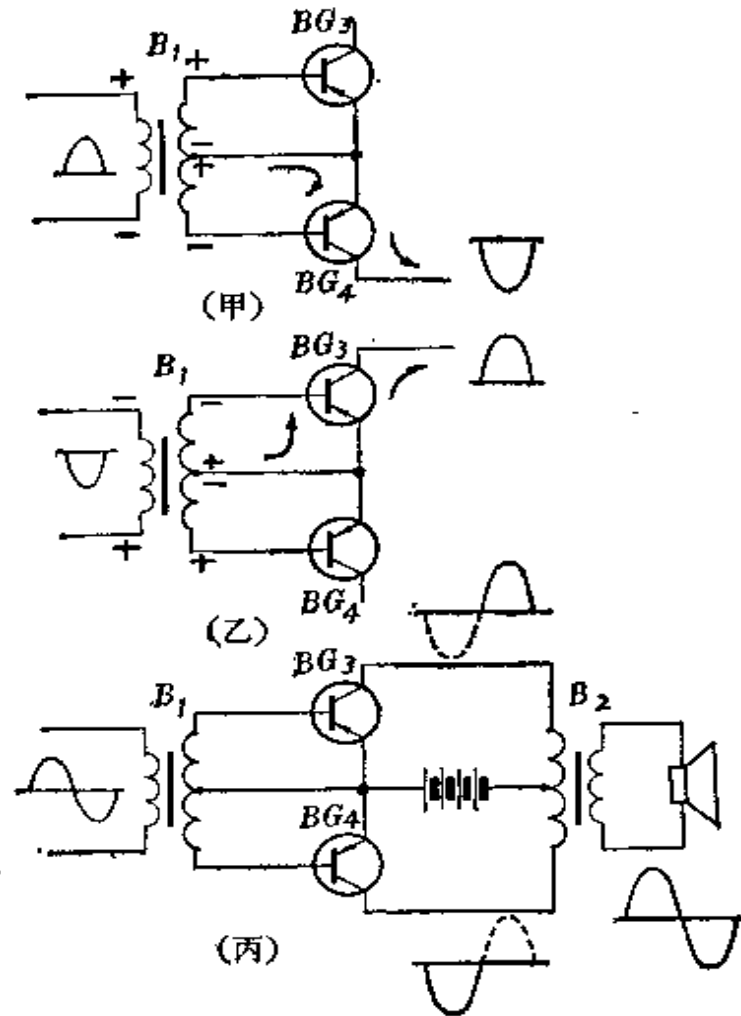

图 7-4
(1) 单管功率放大器。第五章的二管机和第六章的三管机的最后一级都是单管功率放大器。这种功率放大器三极管放大区域很有限，输入信号强了放大就容易失真。而且放大器的偏流要调得很大，无输入信号时仍然要消耗大量的直流电能，效率很低。单管功率放大器一般只适合于二、三管收音机。
(2) 推挽功率放大器。推挽功率放大器是由两只参数相同的三极管组成的放大电路，由这两只管子合作进行放大，图 7-4 是推挽功率放大器的原理图。
当输入信号在正半周时(上正下负), $BG_3$ 基极为正,发射极为负,加的是反向电压,因此 $BG_3$ 不工作;而 $BG_4$ 的情况恰好相反,基极为负,发射极为正,加的是正向偏压,因此 $BG_4$ 工作。它将输入信号的正半周放大,在集电极输出一个放大的负半周信号,如图7-4(甲)所示。
当输入信号在负半周时(上负下正),情况与信号处在正半周时恰好相反。 $BG_4$ 不工作, $BG_3$ 把输入信号的负半周放大,并在集电极输出一个放大的正半周信号,如图7-4(乙)所示。
这样,输入信号变化一周,两只三极管轮流工作了一次。它们把放大的两个半波衔接起来,便在输出变压器 $B_2$ 上得到了一个完整的输出波形,如图7-4(丙)所示。这就象两个人合作拉锯一样。两只三极管一推一拉互相协作地进行工作,所以称为“推挽”放大。